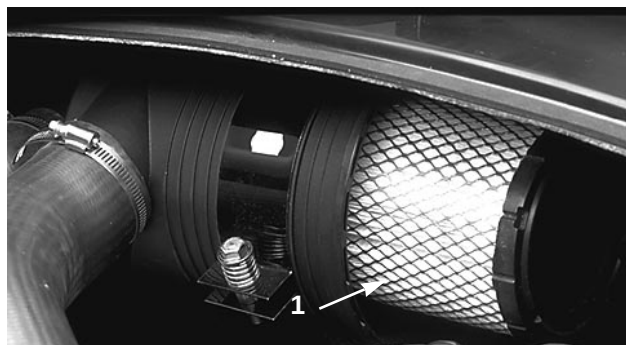

Figure 20
2. Sortir avec précaution l'élément primaire (Fig. 20) du corps du filtre pour éviter de déloger une trop grande quantité de poussière. Eviter de cogner l'élément contre le corps.